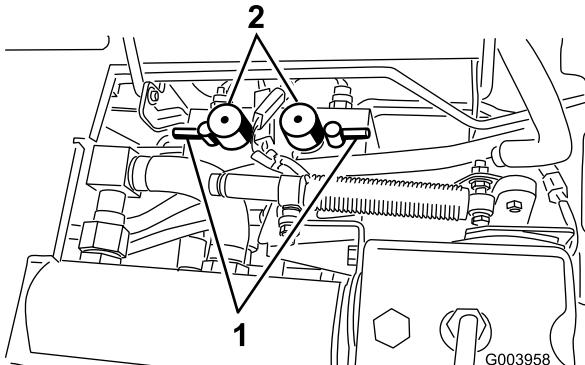

図 85
5. 両方のリール速度セレクタを 1 にセットする(図 85)。
6. バックラップスイッチで前のカッティングユニット又は後ろのカッティングユニット、あるいは両方を選択する（図 85）。